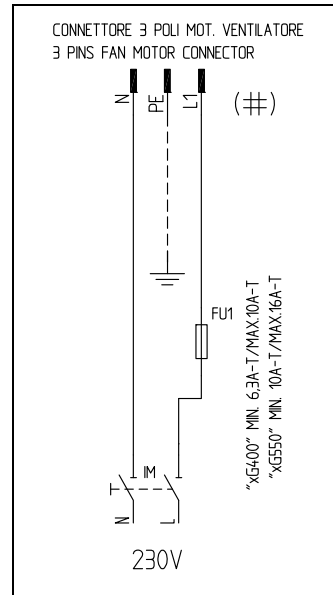
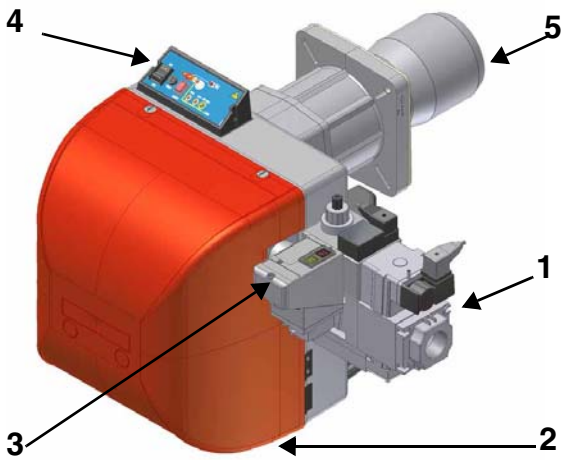

Fig. 35 - 3-polige Steckverbindung Elektromotor NG/LG/NGX400
Fig. 42
- 2 Starten Sie den Brenner, indem Sie den Hauptschalter **A** des Brenners auf ON stellen (Fig. 35): Drücken Sie bei Blockierung (angezeigt durch die LED **B** des Bedienfelds) die Taste RESET (**C**) auf dem Bedienfeld des Brenners (siehe Fig. 42).